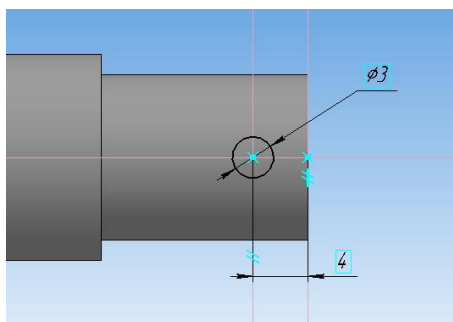

Рисунок 77
9. Выполним отверстие под штифт. Выберите плоскость **XU** и создайте в ней эскизна цилиндрической поверхности длиной **16мм** (рисунок 77).